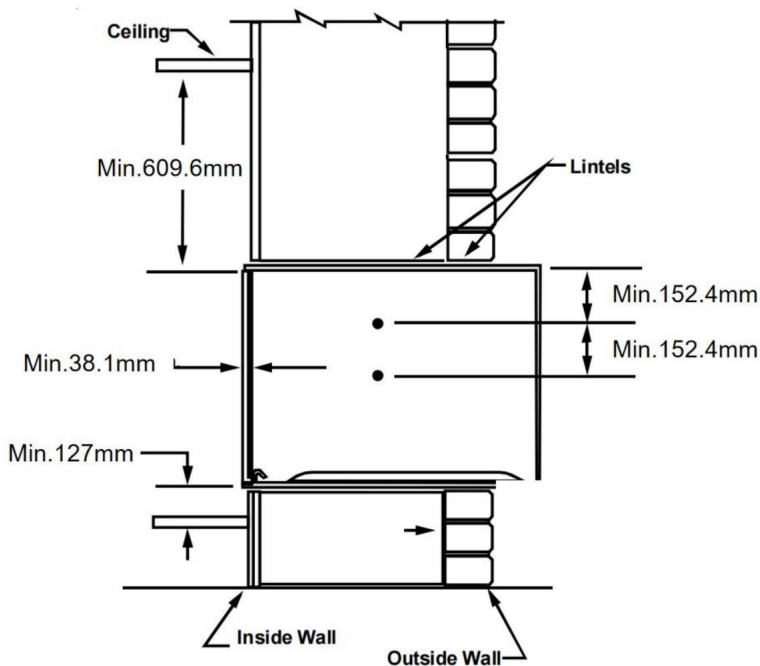

Figure 2
2. Le manchon mural doit être installé avec un espace libre minimum de 127 mm par rapport au sol et de 38,1 mm par rapport aux murs adjacents. Voir la figure 2 pour les projections minimales du manchon dans et hors de la pièce.